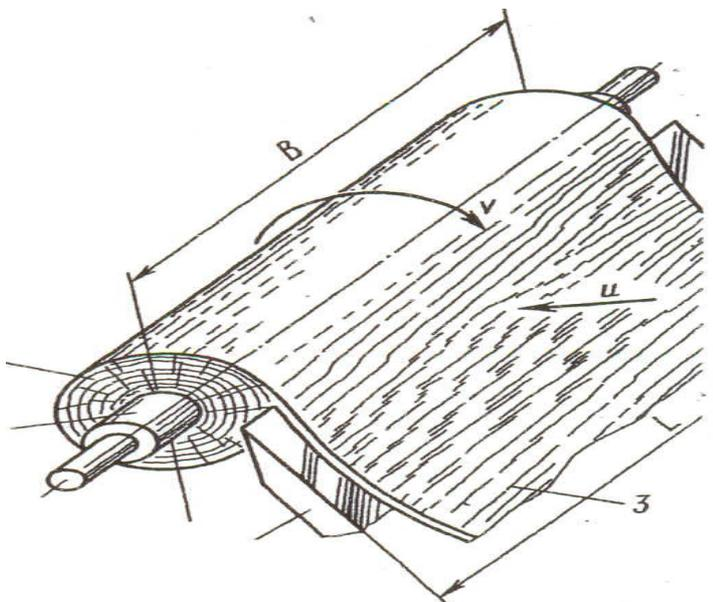

Рисунок 12 – Схема получения лущеного шпона
*Лущеный шпон* – тонкий слой древесины заданной толщины в виде ленты, полученный при лущении чурака на лущильных станках (рисунок 12).